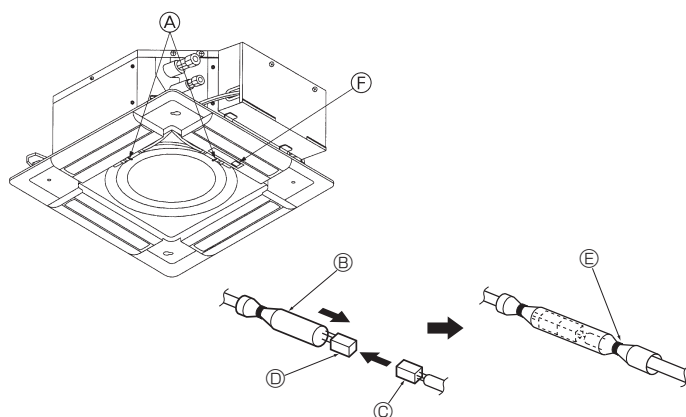

Fig. 8-8
8.3.4. Collegamento elettrico (Fig. 8-8)
- (A) Dispositivo di attacco (Accessorio)